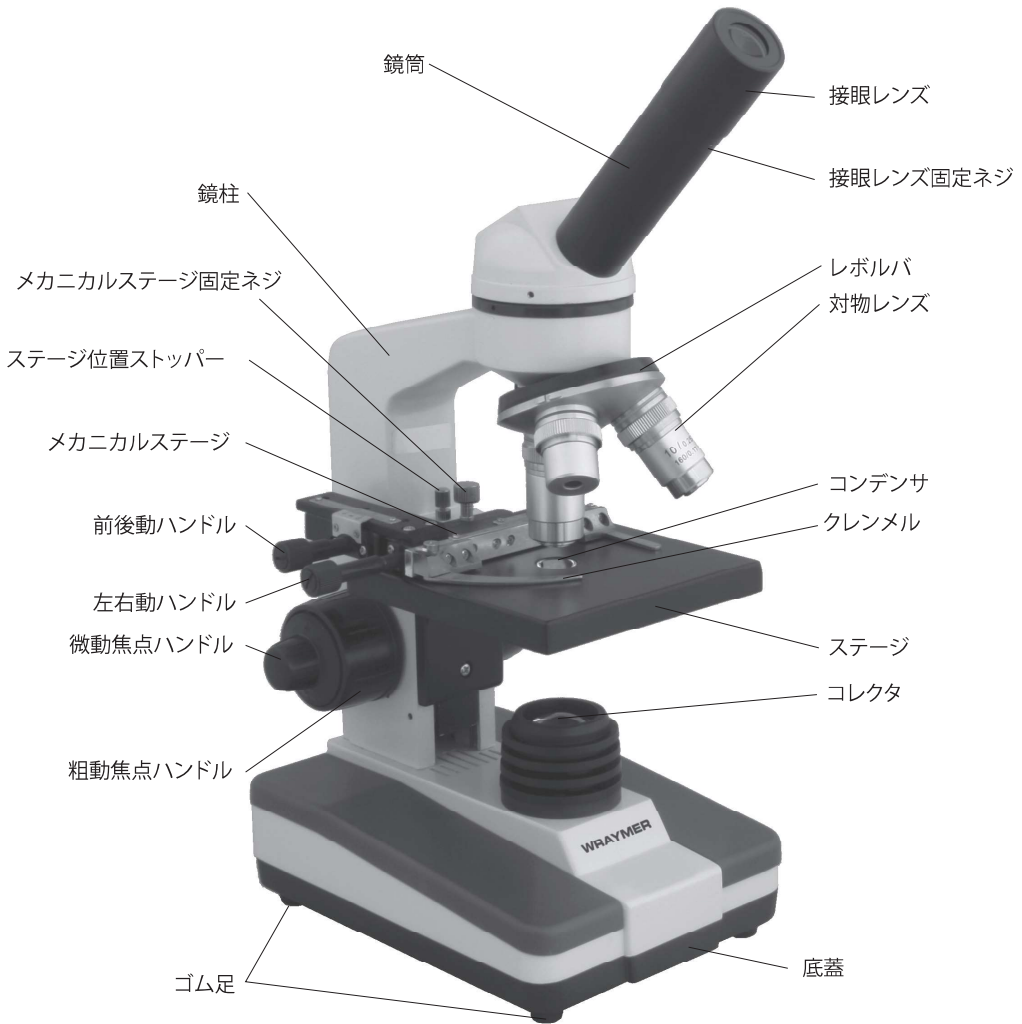

図 1
- (1) ねじ回しを用いてネジAを取り外し、クレンメルも取り外します。
- (2) メカニカルステージの裏面にある2本のピンをステージ上の2つの穴Bに合わせて配置します。
- (3) メカニカルステージ固定ネジ(図1参照)をステージ上の穴Cに挿入・固定します。
接眼レンズを交換する際には、接眼レンズ固定ネジを精密スクレュードライバ(マイナスネジ)で緩めて下さい(図1)。